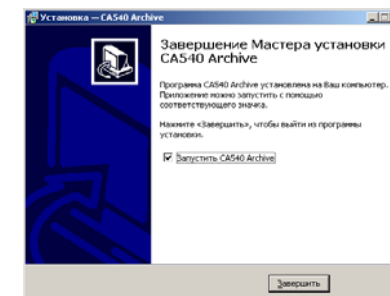

Рисунок 8.18
6) На екрані з'явиться вікно (рисунок 8.18). Для завершення встановлення драйвера клацнути по кнопці [Завершить], на Робочому столі з'явиться ярлик "CA540 PC".